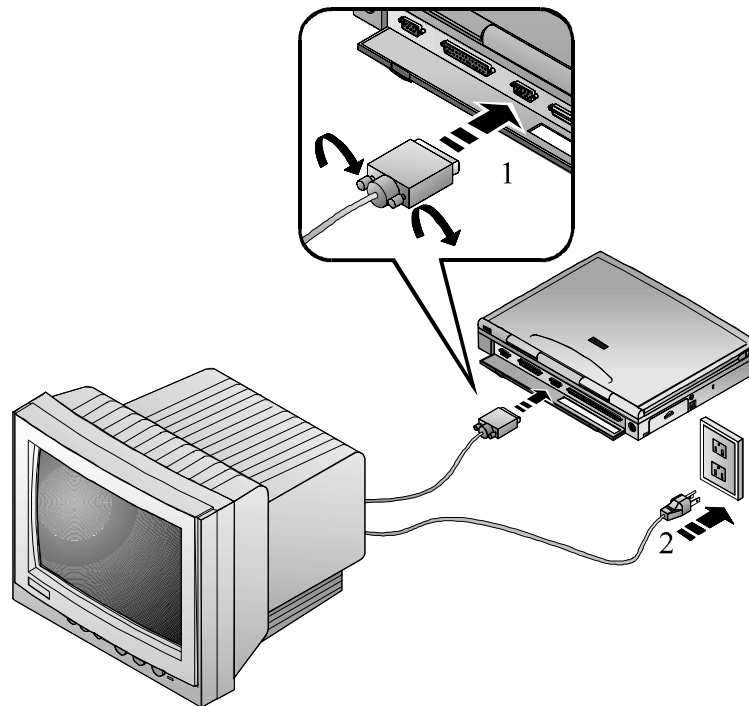

Figura 4-1: Collegamento di un monitor esterno
1. Collegare il cavo segnale del monitor alla porta VGA sul retro del notebook. Serrare le viti a testa zigrinata (figura 4-1, passo 1).
2. Dopo essersi accertati che il monitor sia spento, collegare il suo cavo di alimentazione a una presa a parete (figura 4-1, passo 2).